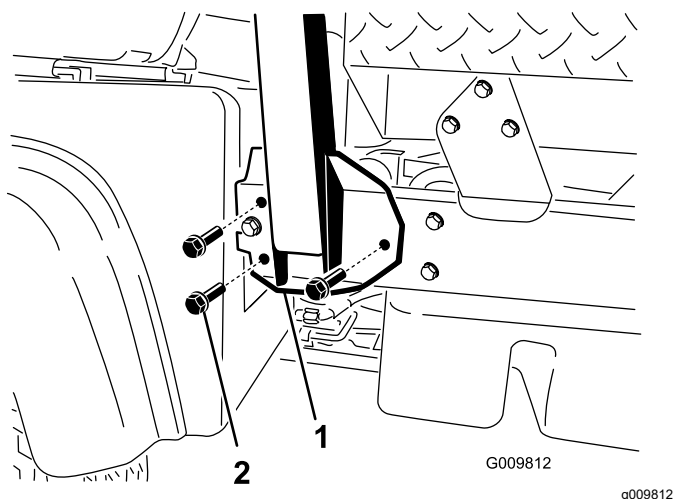

Figura 4
2. Alinee cada lado de la barra antivuelco con los taladros de montaje de cada lado del bastidor de la máquina (**Figura 4**).
3. Sujete el soporte de montaje de la barra antivuelco al bastidor de la máquina usando 3 pernos con arandela prensada (½" x 1¼") en cada lado (**Figura 4**).